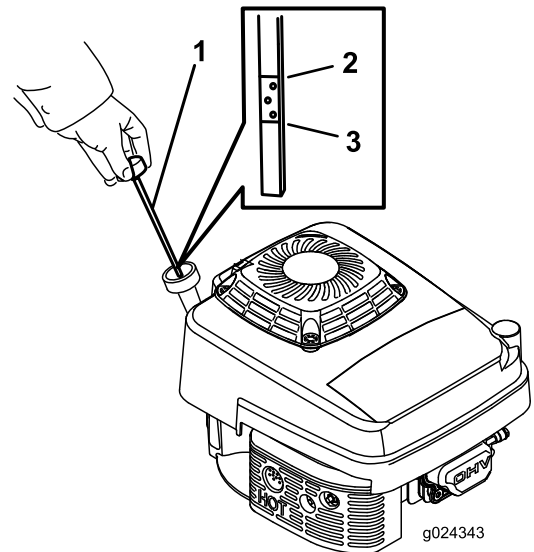

Bild 8
2. Entfernen Sie den Peilstab, indem Sie den Deckel nach links drehen und herausziehen (Bild 8).
7. Lesen Sie den Ölstand am Peilstab ab. (Bild 8)